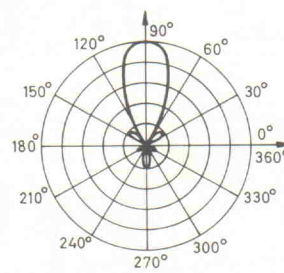

Bild 11. Horizontales Strahlungsdiagramm einer 8-Elemente Yagi-Antenne.
- eine stark wachsende Richtwirkung (Bild 11)
- ein hohes Vor-/Rück-Verhältnis (Bild 11)